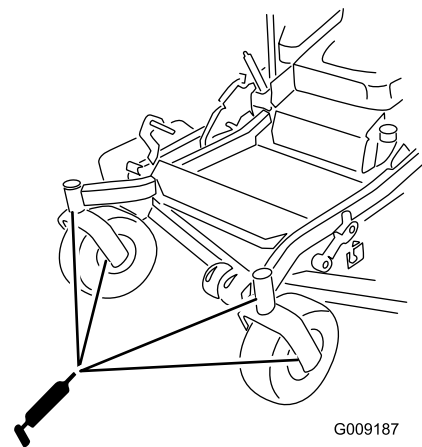

Figura 44
12. Instale el tapón hexagonal y la tapa (Figura 44).
13. Engrase los cojinetes de las ruedas giratorias (Figura 44).